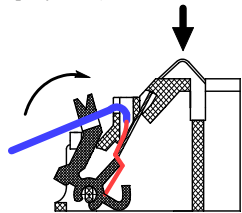

Рисунок 2
- ввести в канал провод и зафиксировать его, поджав кнопку-зажим до упора (см. рисунок 2);
- проверить надежность соединения для чего необходимо надавить на изгиб контакта, имитируя нажим извещателем (см. рисунок 2) и потянуть провод на себя;
- завести провод в паз, расположенный на кнопке-зажиме (см. рисунок 2).